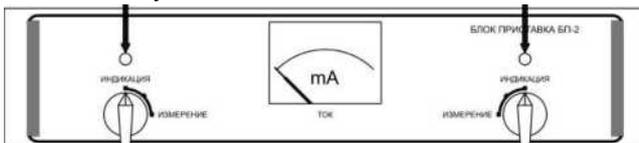

Рис.10
- продолжая подъем или выдержку напряжения, наблюдайте за индикаторами блока-приставки (рис. 10);